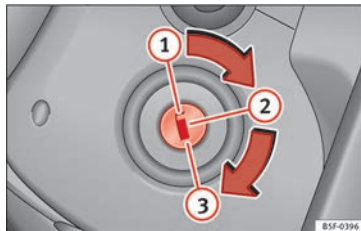

Bild 173 Tändningsnyckelns lägen.
I detta läge är » **bild 173** tändningen och motorn AVSLAGNA och ratten kan bli låst.
- Vrid tändningsnyckeln till läget »» **bild 173**  2. Varningslampan  tänds för motorförvärmning.
- Vrid tändningsnyckeln till läget »» **bild 173**  1.